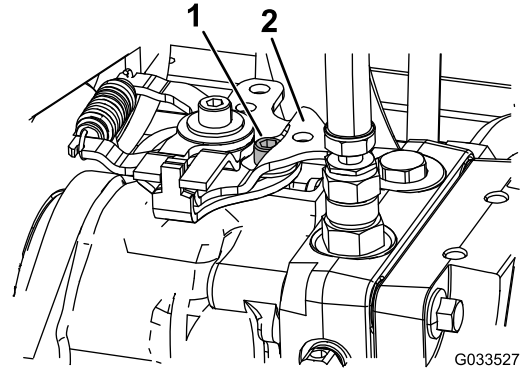

Figura 42
3. En la bomba hidráulica de tracción (interior), retire el acoplamiento de control del brazo de control (Figura 42).